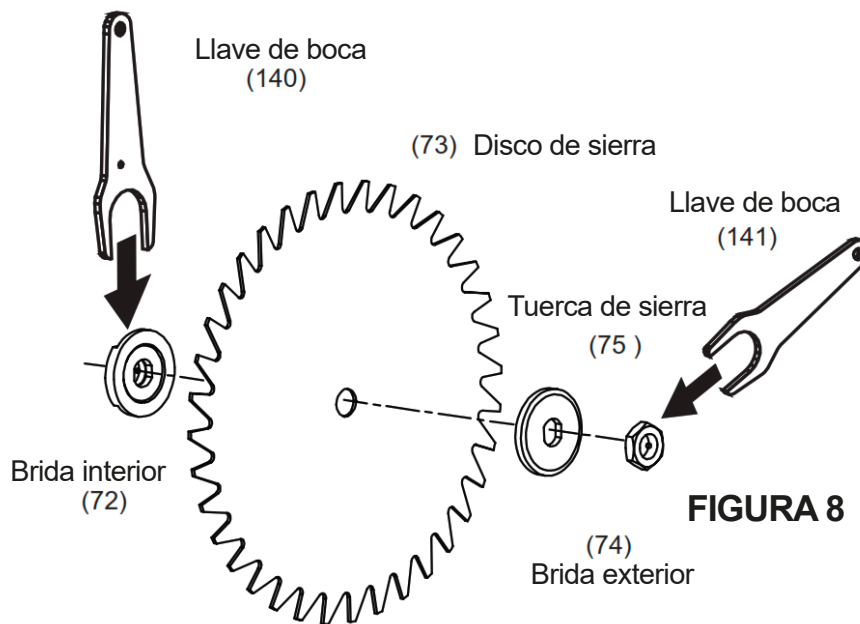

FIGURA 8
5. Con la llave de extremo abierto (140), sostenga la brida interior (72) y use la otra llave de extremo abierto (141) para aflojar la tuerca de la sierra (75). Luego retire la tuerca de la cuchilla y la brida externa (74) y retire disco viejo. Ver Figura 8, abajo.